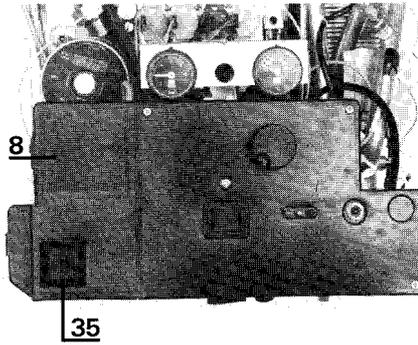

Fig. 18
- Togliere il portafusibili (35) (fig. 18).
- Aprire sportello (8) (fig. 18).
- Richiudere lo sportello (8).
- Rimettere il portafusibili (35) (fig. 18).